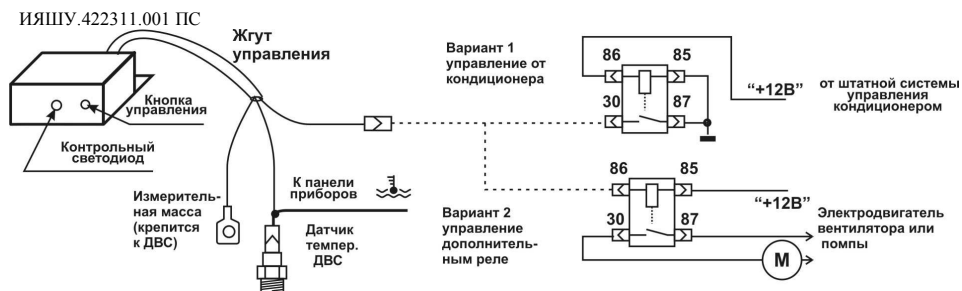

Рисунок 4 – Варианты подключения провода «сигнал включения кондиционера».
- провод длиной 0.2м с одиночным штыревым разъемом «сигнал включения кондиционера» возможно подключить по варианту 1 или 2 (см. рисунок 4).